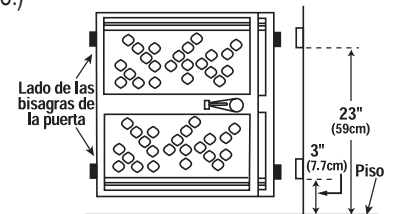

Figura 8
1. Sostenga la puerta de tal modo que la manija del seguro quede en el lado opuesto del área accesible al niño. Determine en qué lado prefiere poner las bisagras. (Por ejemplo, vea la figura 8.)
6. Retire la lámina de cubierta protectora de la almohadilla de cinta de un receptáculo de puerta (o receptáculo de riel) y, con la "U" vertical, presione sobre el quicial de la puerta o el poste de la esquina del riel 3" (midiendo desde la parte inferior del receptáculo hasta el piso). Vea la figura 8. Asegúrese de que el área esté lisa y limpia, sin suciedad, aceite, etc. antes de presionar en su sitio. Monte el segundo receptáculo del piso a 23" (mida desde la parte inferior del receptáculo hasta el piso).